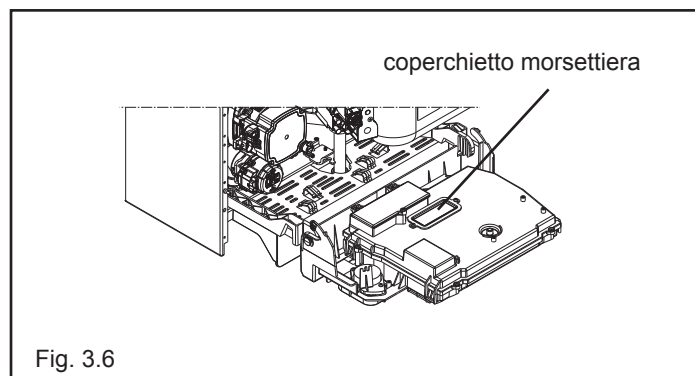

Fig. 3.6
- svitare le viti di fissaggio del coperchietto morsettiera e rimuovere quest'ultimo per accedere ai morsetti (fig. 3.6).